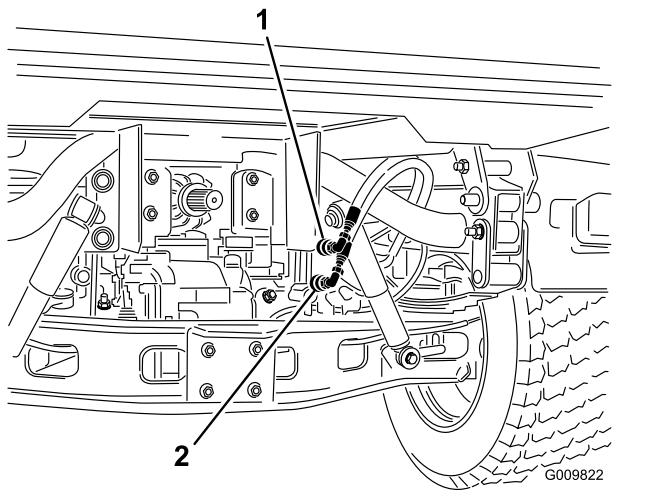

Figura 17
2. Sui veicoli con numeri di serie a partire da 240000001, staccate i 2 flessibili dei cilindri di sollevamento dagli attacchi fissati alla relativa staffa (Figura 17). Inserite i tappi negli attacchi rapidi dei flessibili dei cilindri.